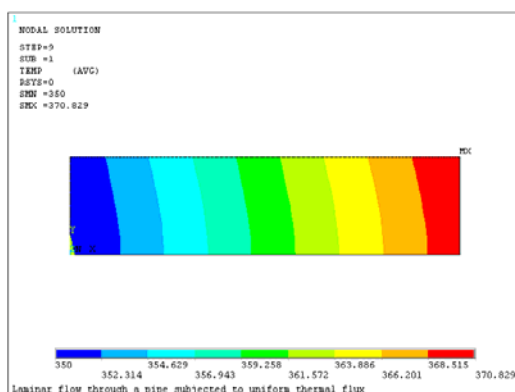

图 8-43 流体纵截面温度场分布等值线图
③在“Item to be contoured”列表框中依次选择 DOF Solution→Nodal Temperature, 单击“OK”按钮, ANSYS 窗口将显示如图 8-43 所示的流体纵截面温度场分布等值线图。